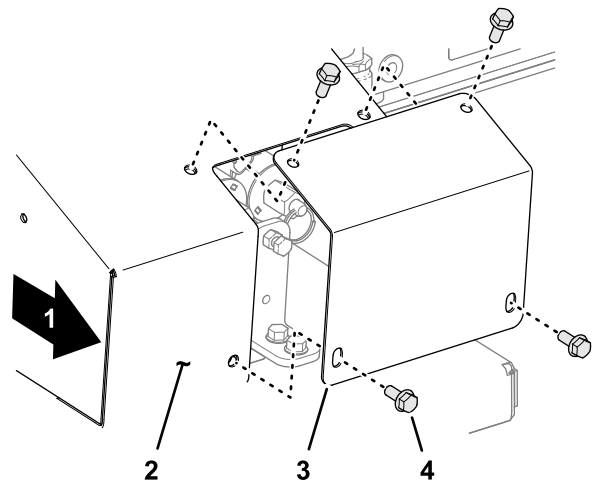

Figura 28
1. En el lado derecho de la máquina, retire los 4 tornillos de caperuza con arandela prensada que fijan la chapa de cierre a la cubierta de anulación (Figura 28).